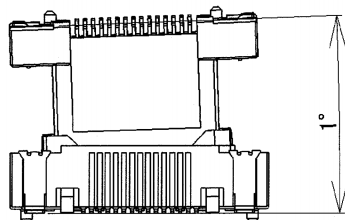

図4 / Fig.4
- ・嵌合時の許容角度は図4～図6 になりますので、記載角度以下で使用してください。
Please mate it below the angle of the figure 4, 5, 6.